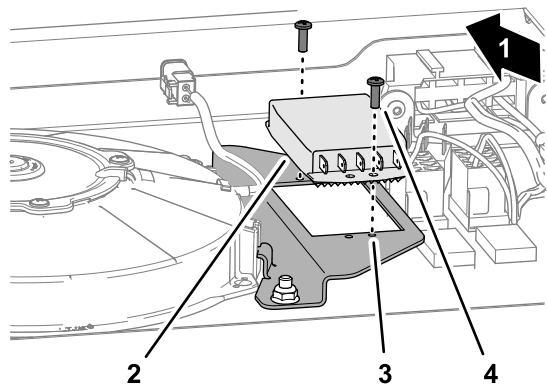

Figura 6
- Allineate il regolatore di velocità della ventola alla flangia della staffa lunga di montaggio della ventola con i morsetti elettrici rivolti verso il retro della macchina (Figura 6).
ventola (Figura 6) con le 2 viti autofilettanti (#8 x 3/8").